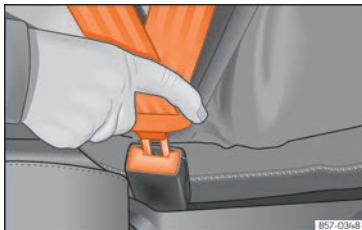

Fig. 10 Insérer la languette de la ceinture de sécurité dans son boîtier de verrouillage.
- Le pêne doit être encastré dans le boîtier de verrouillage du siège auquel il est destiné » » fig. 10.